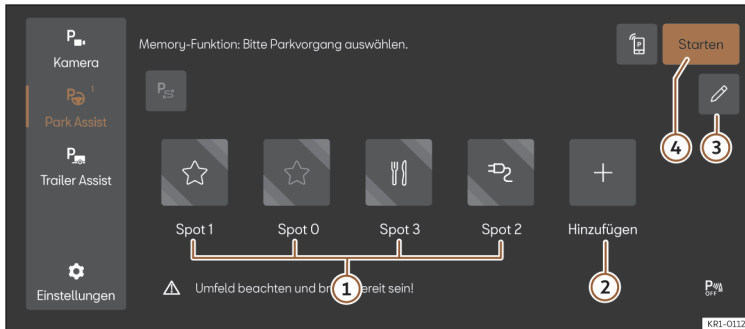

Abb. 146 Schematische Darstellung: Menü des Parksystems mit Memory-Funktion.
4. Wählen Sie die Funktionsfläche, weisen Sie das gewünschte Symbol (>>> **(Abb. 146)** 1) zu und bestätigen Sie es.
2. Tippen Sie ggf. auf das Symbol des verfügbaren Parkplatzes im Menü des Parksystems >>> (Abb. 146) ①. Die Funktionsfläche wird kupferfarben angezeigt.
3. Drücken Sie die Taste **Starten** >>> (Abb. 146) ④.